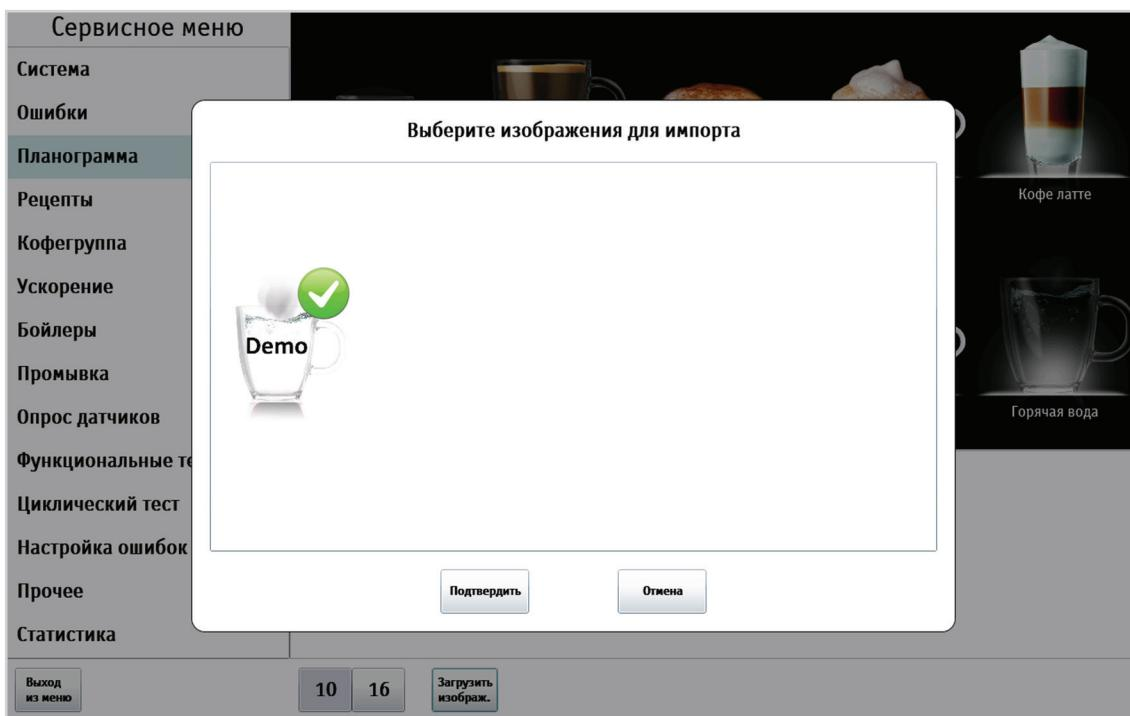

Рисунок 9.12.7 - Планограмма (Загрузка изображения)
4. Выберите изображение из списка (см.рис.9.12.7) и нажмите кнопку (**Подтвердить**).